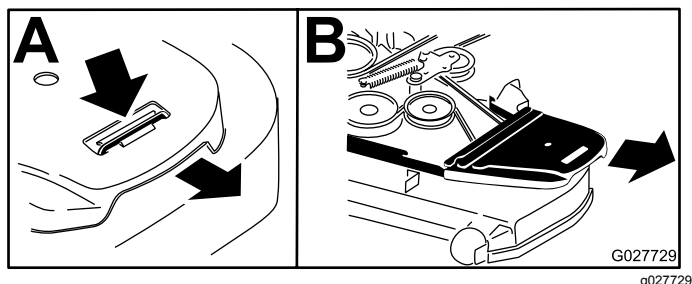

Figura 74
4. Retire las cubiertas de la correa (Figura 74).